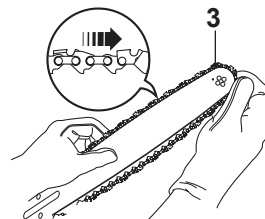

Fig. 2
- > Étalez la chaîne [3], en faisant attention à bien orienter les lames dans le sens de rotation, puis enfiler la chaîne dans la rainure autour du guide-chaîne (Fig. 2).